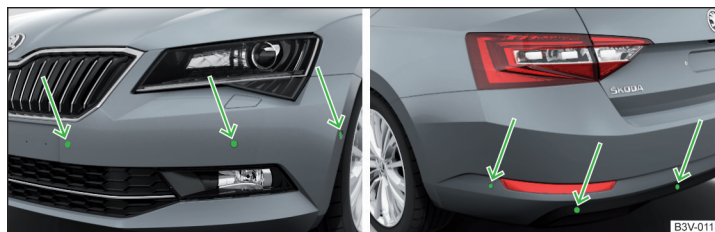

Abb. 174 Einbauort der Ultraschall-Sensoren: vorn / hinten
- Die Systemsensoren » Abb. 174 auf Seite 152 sauber, schnee- sowie eisfrei halten und mit keinerlei Gegenständen abdecken, anderenfalls kann die Systemfunktion eingeschränkt sein.
Das System berechnet mithilfe von Ultraschallwellen den Abstand zwischen dem Stoßfänger und einem Hindernis. Die Ultraschallsensoren befinden sich je nach Fahrzeugausstattung im hinteren bzw. auch im vorderen Stoßfänger » Abb. 174.